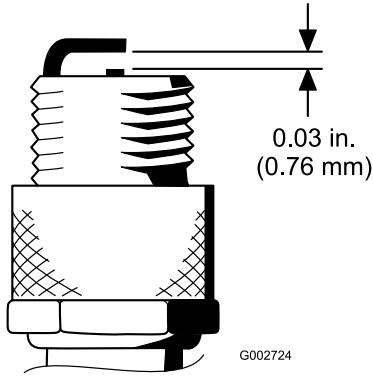

Figura 32
- Ajuste la distancia entre los electrodos central y lateral a 0,76 mm, tal y como se muestra en la Figura 32.